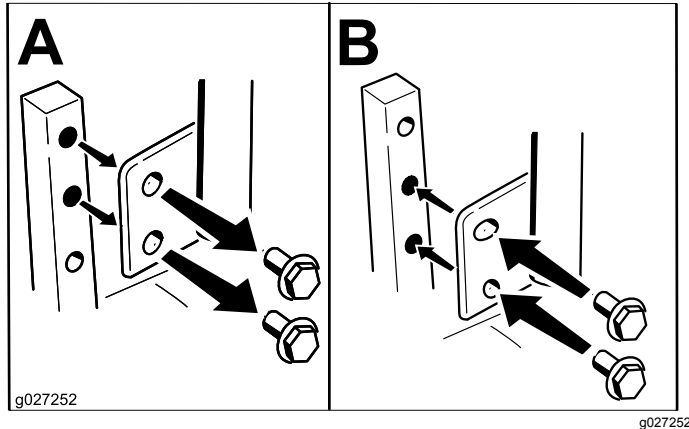

Bild 13
Die Höhe der Fahrtriebshebel kann für den optimalen Bedienerkomfort nach oben oder unten angepasst werden (Bild 13).
2. Lösen Sie die untere Schraube etwas, sodass der Schalthebel sich nach vorne oder nach hinten drehen lässt (Bild 13).